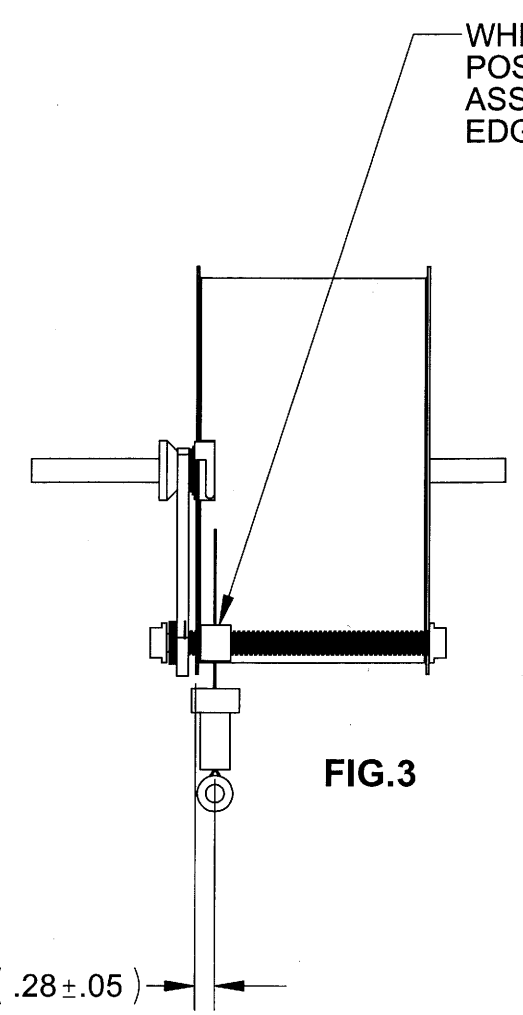

FIG.3
- ADJUST THE LOCATION OF THE CABLE GUIDE BLOCK PER FIG.3.